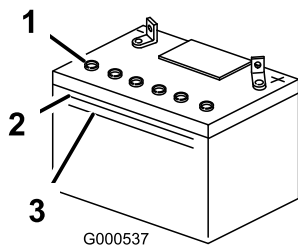

Figura 35
1. Mire hacia el lateral de la batería. El electrolito debe llegar a la línea superior (1). Figura 35 No permita que el electrolito esté por debajo de la línea inferior (Figura 35).
3. Retire los tapones de ventilación de la batería (Figura 35).
4. Vierta lentamente agua destilada en cada célula de la batería hasta que el nivel de electrolito llegue a la línea superior (Figura 35) de la caja de la batería.
5. Espere de cinco a diez minutos después de llenar las células de la batería. Añada agua destilada, si es necesario, hasta que el nivel de electrolito llegue a la línea superior (Figura 35) de la caja de la batería.